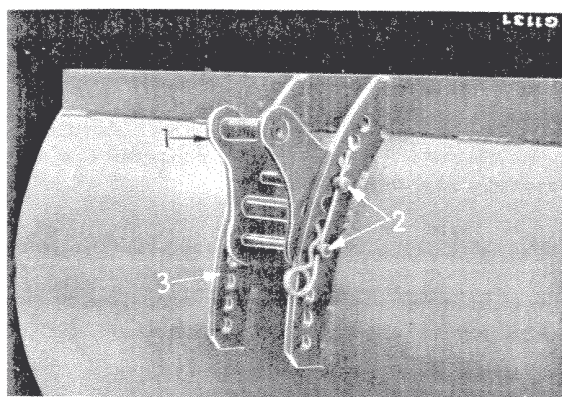

Fig. 34
Les équipements du chargeur frontal s'adaptent aux crochets du bâti et se fixent de chaque côté à l'aide d'une goupille d'arrêt. L'équipement est relié au mécanisme de basculement mécanique, ou au dispositif de basculement hydraulique par un support de verrouillage (1, Fig. 34). Celui-ci est accroché sur l'équipement au moyen de deux broches (2) arrêtées par une goupille attache-rapide. L'angle d'attaque de l'équipement peut être réglé en déplaçant le support de verrouillage (1, Fig. 34) sur le secteur (3).